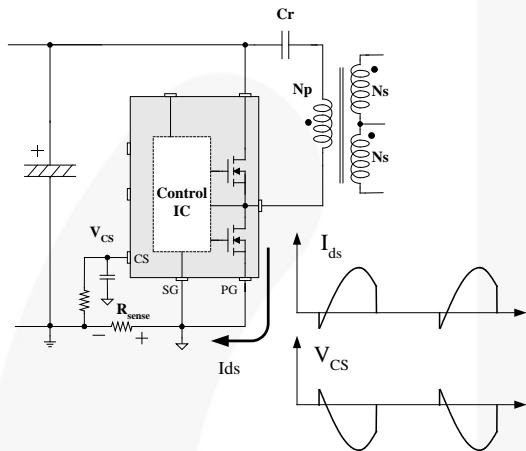
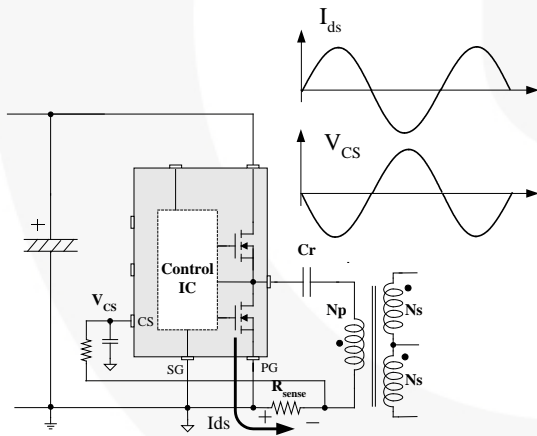

图23. 半波检测
图24. 全波检测
6. 通过电阻进行电流感测: FLS-XS 系列产品检测漏极电流, 并以此产生一个负电压, 如图23和图24所示。半波检测方式允许检测电阻产生低功耗, 但是全波检测方式的检测信号具有较低开关噪声。